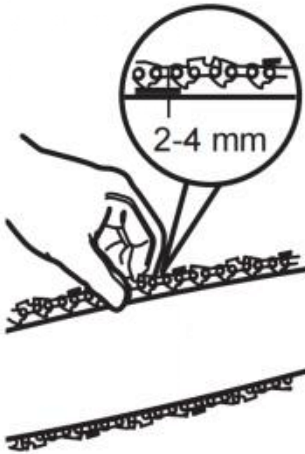

Fig. 15
1) Prüfen Sie die Kettenspannung, indem Sie die Sägekette (C12) mit einer Hand gegen das Gewicht des Werkstücks anheben. Die richtige Kettenspannung ist erreicht, wenn sich die Sägekette in der Mitte um ca. 2–4 mm von der Führungsschiene (C13) anheben lässt (Abb. 15).